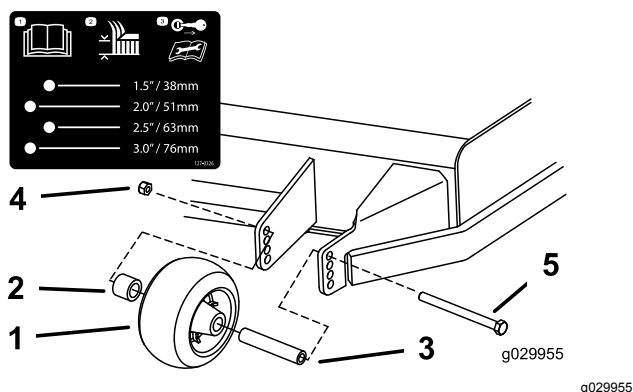

Figure 27
3. Réglez les galets anti-scalp comme montré à la Figure 27.